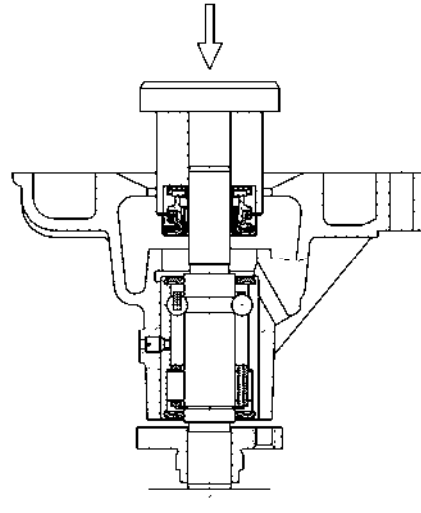
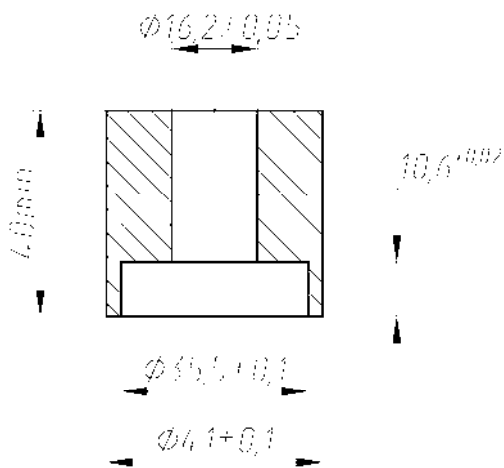

Рис.94. Запрессовка уплотнения водяного насоса
Рис.95. Оправка для запрессовки уплотнения
- с помощью оправки запрессовать уплотнение на вал подшипника и в корпус насоса, не допуская перекоса (рис.94). Для запрессовки уплотнения использовать оправку (рис.95), с помощью которой обеспечивается необходимое сжатие пружины уплотнения;